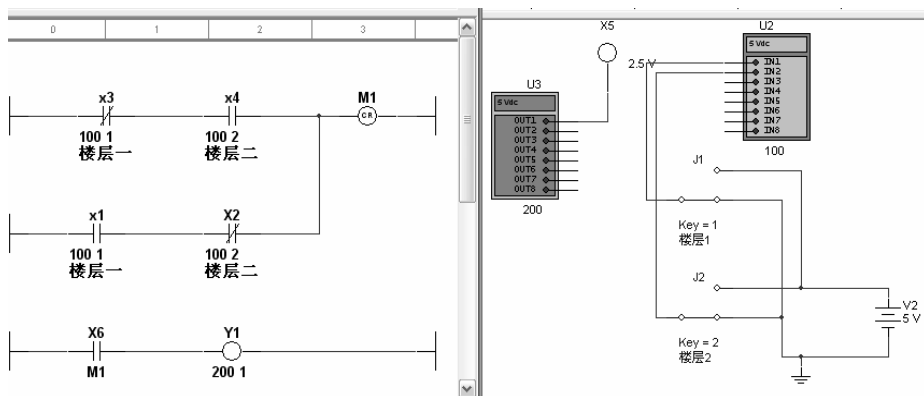
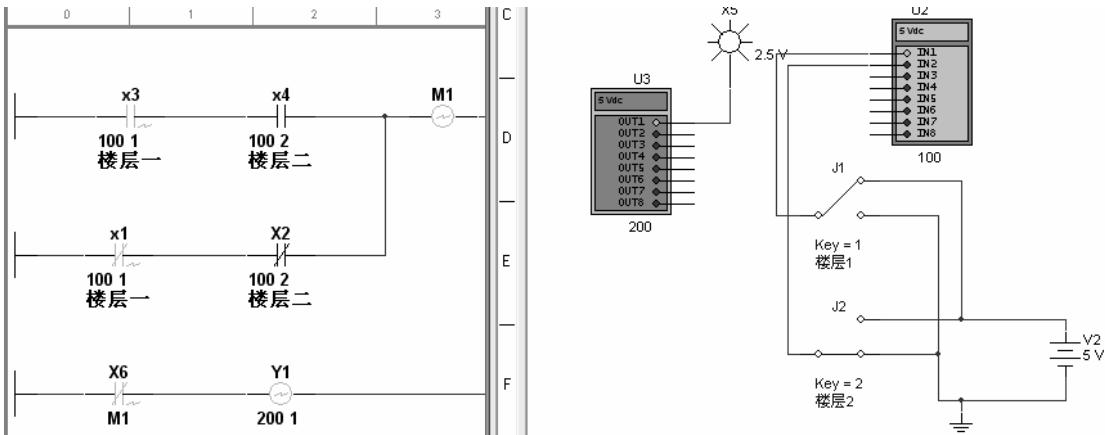
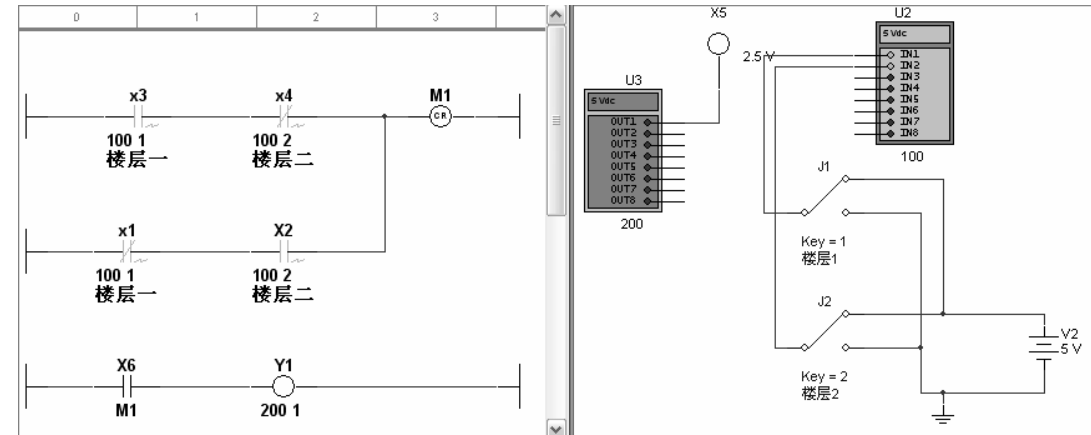

图 12-79 两地控制一灯梯形图编程及仿真电路
图 12-80 楼层一打开后梯形图编程及仿真电路
图 12-81 楼层二关灯后梯形图编程及仿真电路
两地控制一灯，故需要用到可编程序控制器的两个输入继电器与一个输出继电器，如图 12-79 所示右边的电路图部分。输入继电器 IN1 与 IN2 的线圈，是楼层一与楼层二的开关控制。与 IN1 线圈有关联的触点地址应标 1001；与 IN2 线圈有关联的触点地址应标为 1002。
由两个开关控制一盏照明灯的梯形图语言设计很简单，如图 12-79 左边部分所示。
1) 上楼时在楼层一开灯，开灯后从图 12-80 所示看出，由楼层一开关控制的输入继电器 IN1 线圈通电，与其相关联的触点改变了状态。注意仿真电路图中，灯已亮。对照图 12-80 和图 12-79 的区别。
2) 到了楼层二关灯，关灯后从图 12-81 看出，由楼层二开关控制输入继电器 IN2 线圈通电，与其相关联的触点改变了状态。此时仿真电路图中的灯熄灭。对照图 12-81 和图 12-80 的区别。